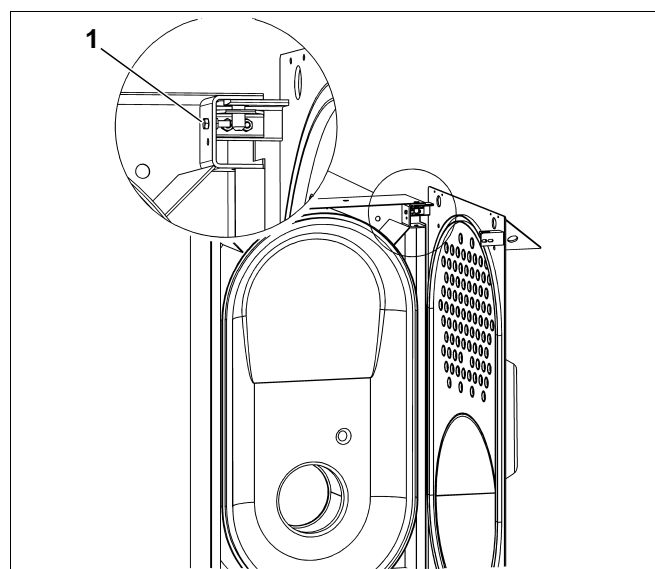

Abb. 6 Aushebesicherung
- Sicherungsschraube (Abb. 6, Pos. 1) an der oberen rechten Türscharnierung demontieren.
- Nach Öffnen der Tür Sicherungsschraube an der oberen Bohrung der linken Türscharnierung montieren (Abb. 6).